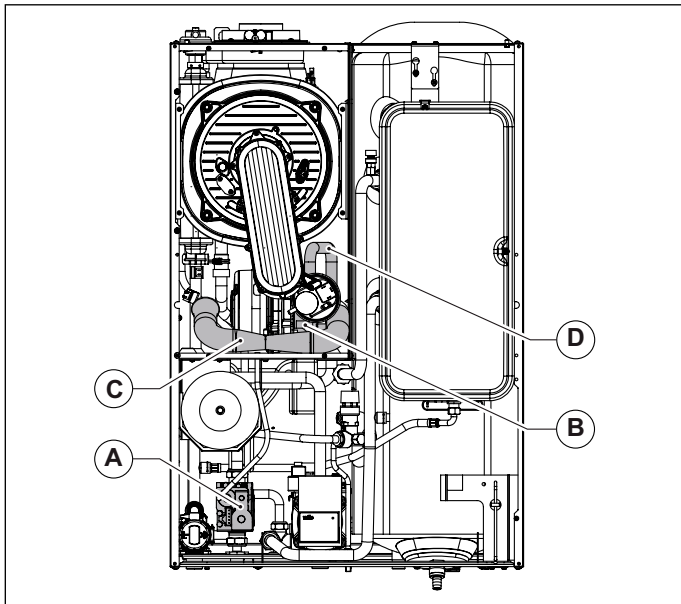

Рис. 27 Забірна труба
- Зняти трубку всмоктування повітря, викрутивши попередньо гвинт, яким вона кріпиться до змішуючого вузла (дивись Рис. 27 Забірна труба).
- Від'єднайте газову трубку від змішуючого вузла (дивись Рис. 27 Забірна труба).